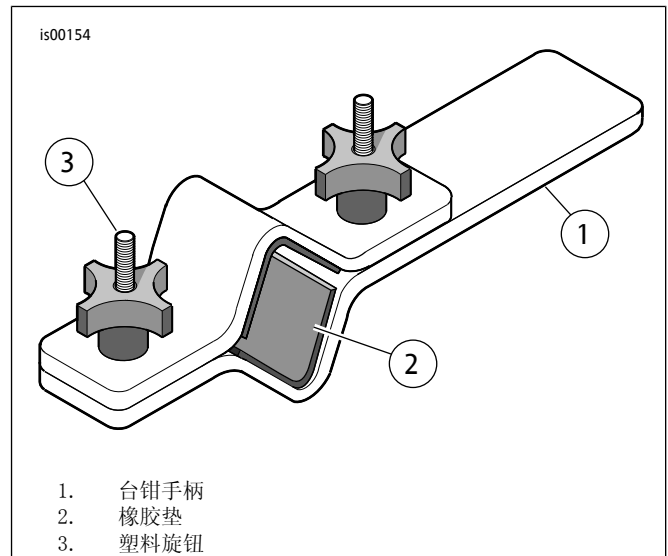

图1。ForkTubeHolder(叉管夹持工具)(HD-41177)
3. 参见图1。将叉安装至叉管夹持工具(HD-41177)，方法如下：